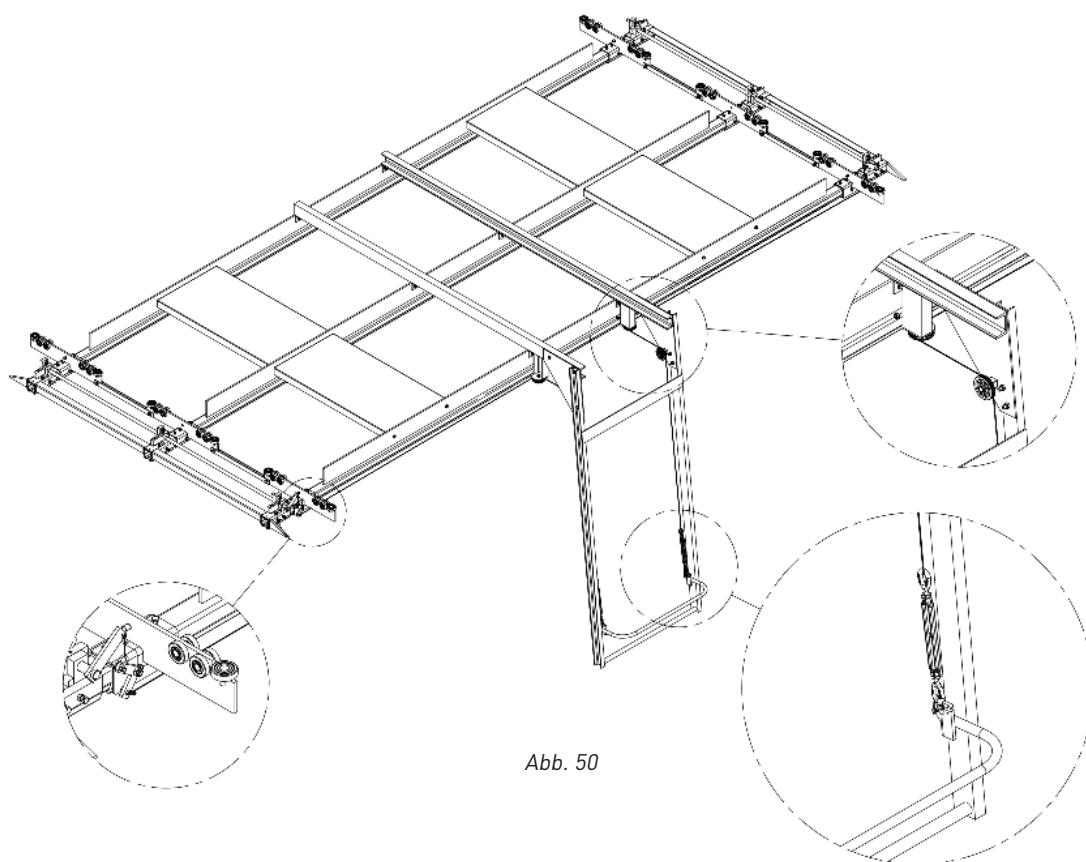

Abb. 50
Schritt 13: Das Drahtseil sowohl horizontal als auch vertikal durch die Seilrollen führen. Die Seilrollen ggf. durch Einstellen der entsprechenden Schrauben ausrichten (Abb. 50).
Schritt 14: Den Griff in der verriegelten Position halten (obere Position). Das Drahtseil bei gespannter Spannschraube durch die obere Öse der Spannschraube führen und die Position des Drahtseils mit 2 Klemmbügeln sichern (Abb. 50).
Schritt 15: Die Funktion des Verriegelungsmechanismus prüfen und das Drahtseil ggf. nachstellen (Abb. 50).